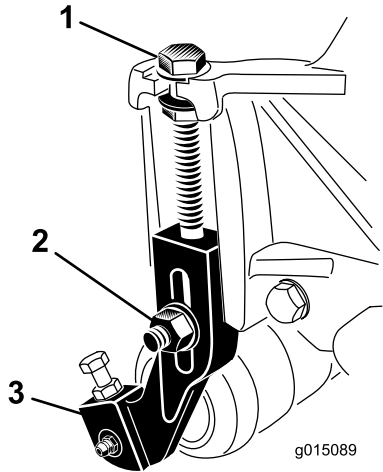

图19
1. 松开将剪草高度臂固定到滚刀组侧板上的锁紧螺母（图19）。